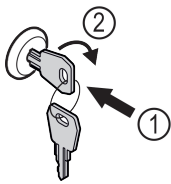

Fig. 114
- ▶ Πιέστε μέσα το κλειδί Fig. 114 (1).
- ▶ Περιστρέψτε το κλειδί 90° δεξιόστροφα Fig. 114 (2).